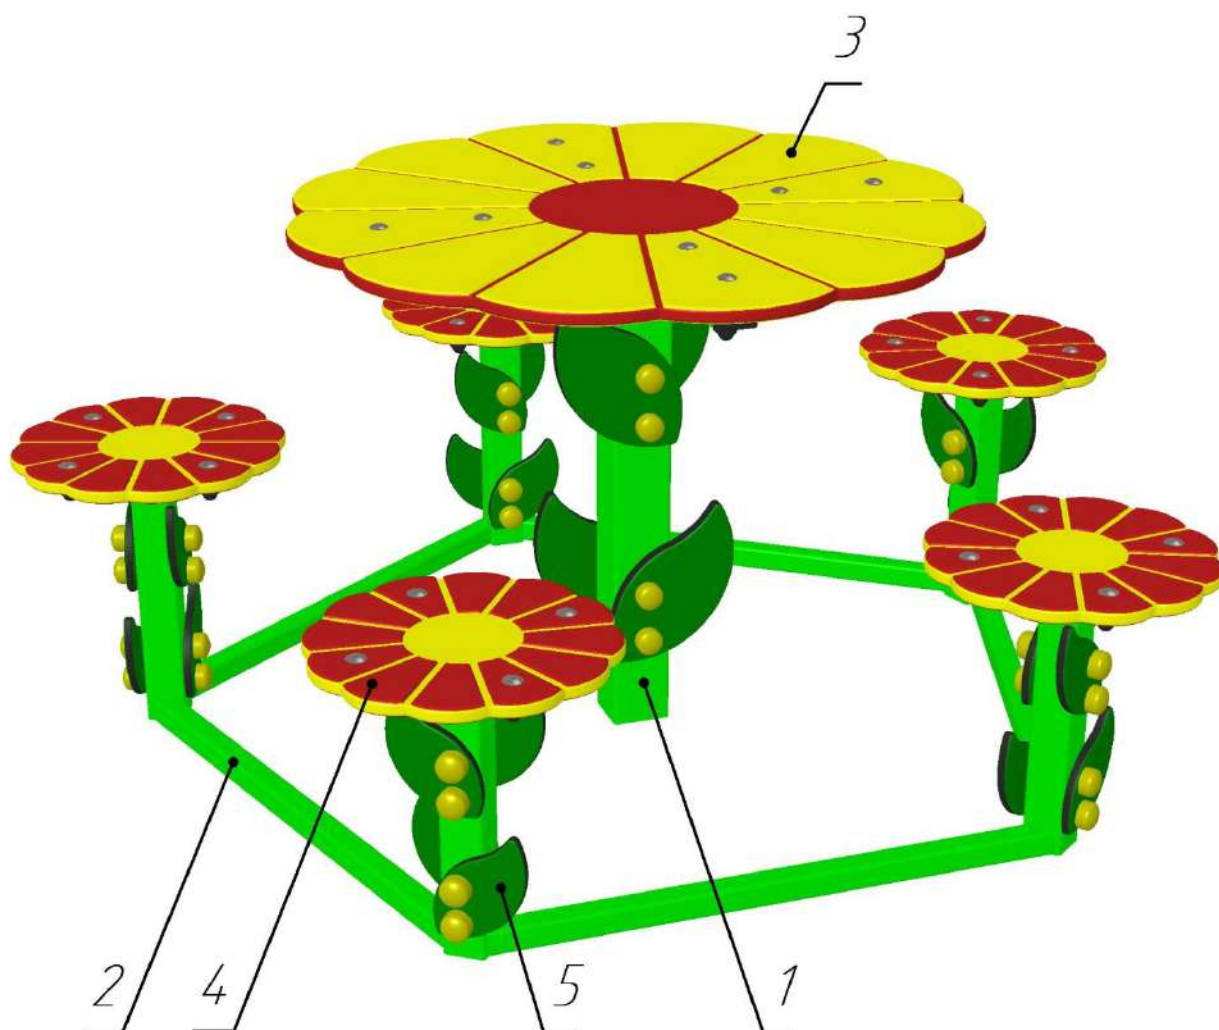

Рис.1 Общий вид Столика со стульчиками РТР 039
4.1. Столик со стульчиками РТР 039 (см. рис.1) состоит из металлических каркасов столика **1** и стульчиков **2** и закрепленных на них пластиковых столешницы **3**, сидений **4** и накладок **5**.